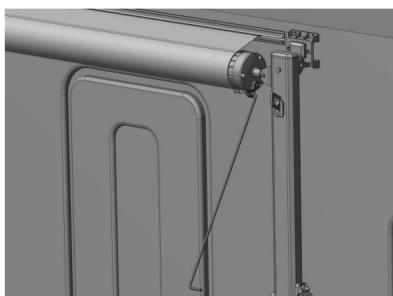

Figura D3
4.1.2 Agganciare la leva a cricchetto sul coperchio terminale del rullo con la bacchetta di trazione, delicatamente spostare la leva a cricchetto nella direzione della freccia e cambiare la direzione del nastro in "aperto" (Figura D3).